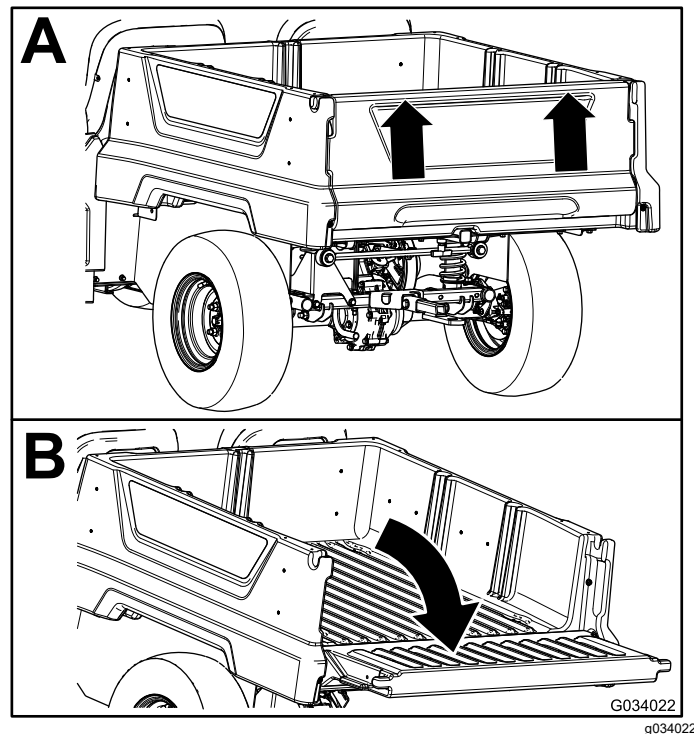

图 16
2. 使用双手抓住尾门上方的脊状边缘提起尾门图 16。
3. 将尾门放下直至与货斗底部齐平图 16。